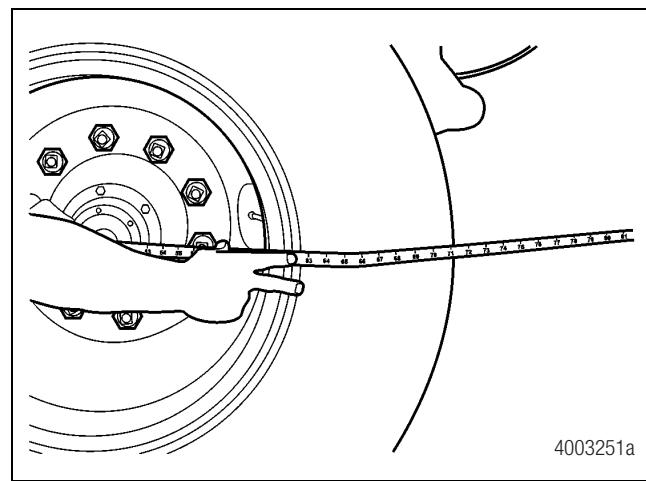

Figura 8.7
**NOTA:** El borde del aro o rin de la rueda es un punto de medición aceptable para medir "A" y "B". Esta medición se debe realizar a la altura de las espigas del eje. Asegúrese que el aro o rin no estén dañados, que estén montados los mismos neumáticos y aros o rines a cada lado del vehículo y que los neumáticos estén inflados correctamente. Figura 8.7.